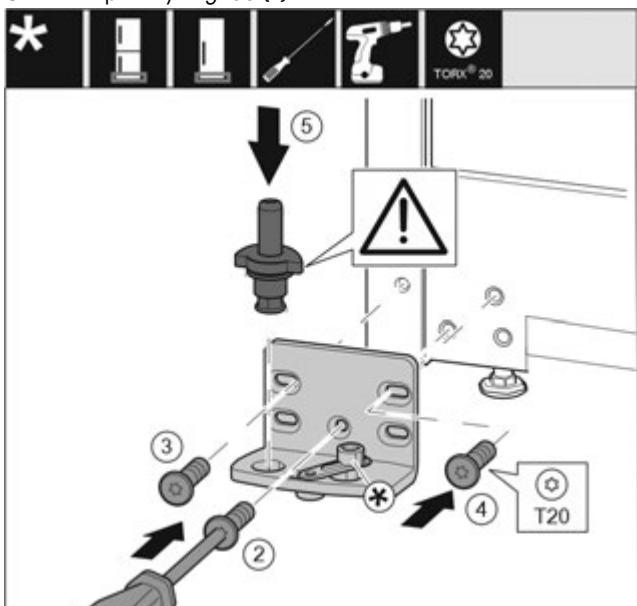

Fig. 36
- Встановіть опорний кронштейн з іншого боку і закріпіть гвинтами за допомогою викрутки T20. Почніть із гвинта 2 знизу посередині. Fig. 36 (2)
► Закрутіть гвинти 3 та 4. Fig. 36 (3,4)
► Вставте цілком опорний гвинт. При цьому виступ фіксатора повинен бути спрямований назад. Fig. 36 (5)
► Встановіть опорний кронштейн з іншого боку і закріпіть гвинтами за допомогою викрутки T20. Почніть із гвинта 2 знизу посередині. (2)
► Поверніть з'єднувальний елемент демпфера на 180°. Пригвинтіть з іншого боку опорного кронштейна за допомогою викрутки T20. (5)
► Вставте цілком опорний гвинт. При цьому виступ фіксатора повинен бути спрямований назад. (6)